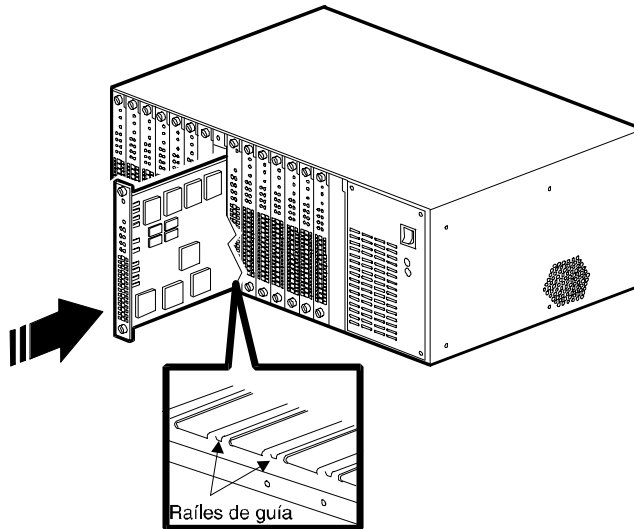

Figura 2-10. Insertar la tarjeta PRI principal
2. Empezando por la ranura 8, sostenga la tarjeta por los bordes con el panel frontal de cara a usted y alinee la tarjeta con las guías de metal. Consulte la Figura 2-10.